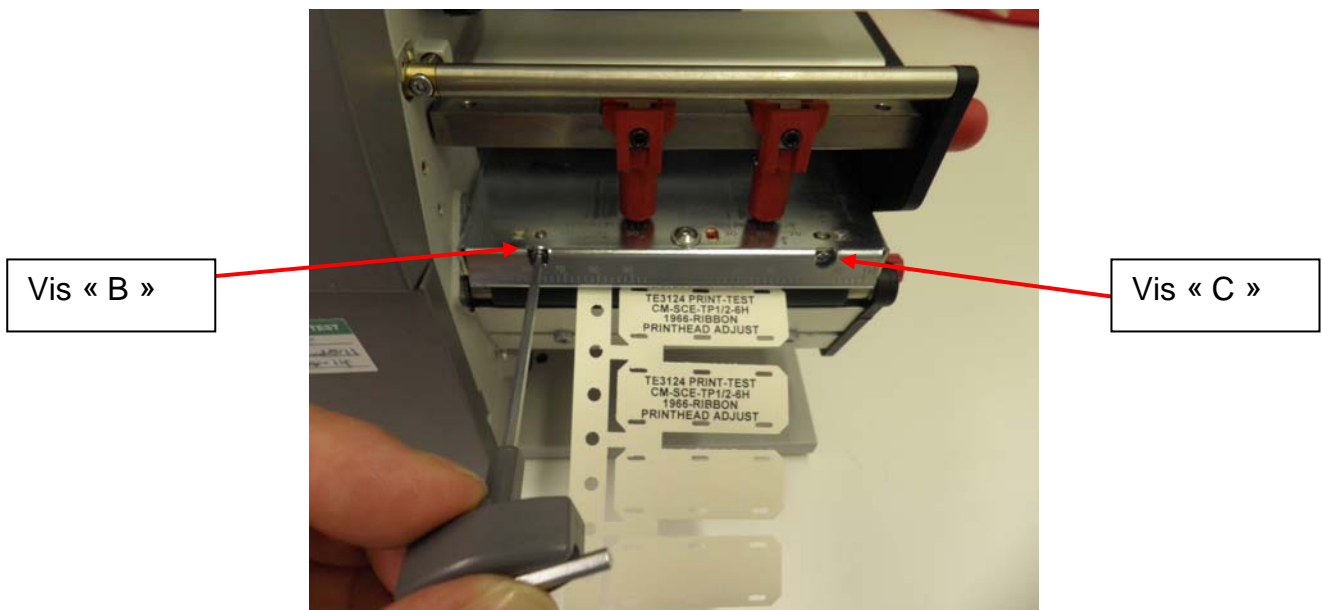

Figure 7. Vis d'alignement de la tête d'impression B et C
- 3.5.** Une fois la vis « A » desserrée, assurez-vous que les repères d'alignement de la position de départ de la tête d'impression se trouvent à l'emplacement réglé en usine. Si la tête d'impression ne se trouve pas à la position d'usine par défaut, des réglages ont été réalisés, ce qui peut expliquer le problème de qualité d'impression. Dans ce cas, il est recommandé de rétablir le réglage d'usine par défaut des vis d'alignement de la tête d'impression B et C (voir figure 7), de resserrer la vis A et de répéter le test d'impression (étapes 3 et 3.1).
- 3.6.** Si la tête d'impression se trouve à la position d'usine par défaut, il peut s'avérer nécessaire de régler la tête d'impression. Tournez les vis B et C dans le sens des aiguilles d'une montre en effectuant un tour complet (voir figure 7), resserrez la vis A et répétez le test d'impression (paragraphe 3 et 3.1).
- 3.7.** Si le résultat du test d'impression montre une détérioration de la qualité d'impression, desserrez la vis A, tournez les vis B et C dans le sens inverse des aiguilles d'une montre en effectuant deux tours complets (voir figure 7), resserrez la vis A et répétez le test d'impression (paragraphe 3 et 3.1).
- 3.7.1. Si le résultat du test d'impression montre une amélioration de la qualité d'impression, desserrez la vis A, tournez les vis B et C dans le sens inverse des aiguilles d'une montre en effectuant un tour complet (figure 7), resserrez la vis A et répétez le test d'impression (paragraphe 3 et 3.1).